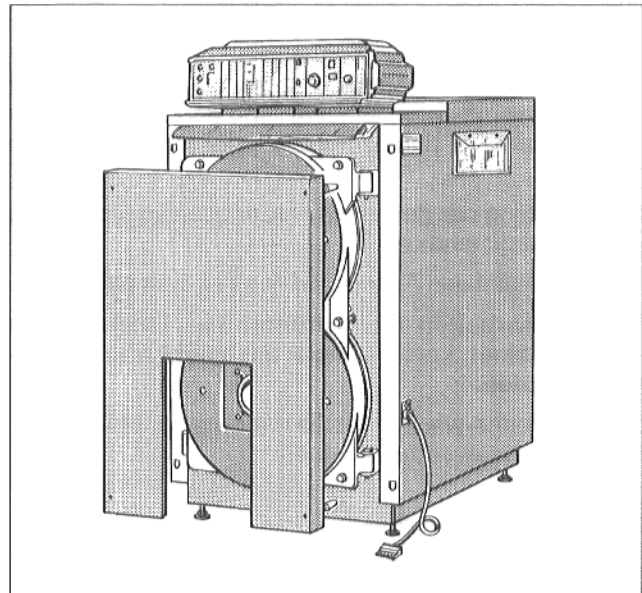

Abb. 17
Die Vorderwand wird nach der Inbetriebnahme mit den 4 Aluminiumstiften vorne in den Schlitzen der Seitenwandabkantung eingehängt (Abb. 17).
- Vorderwand mit den Aluminium-Stiften in die Schlitze der Seitenwandabkantung einhängen und andrücken (Abb. 17).